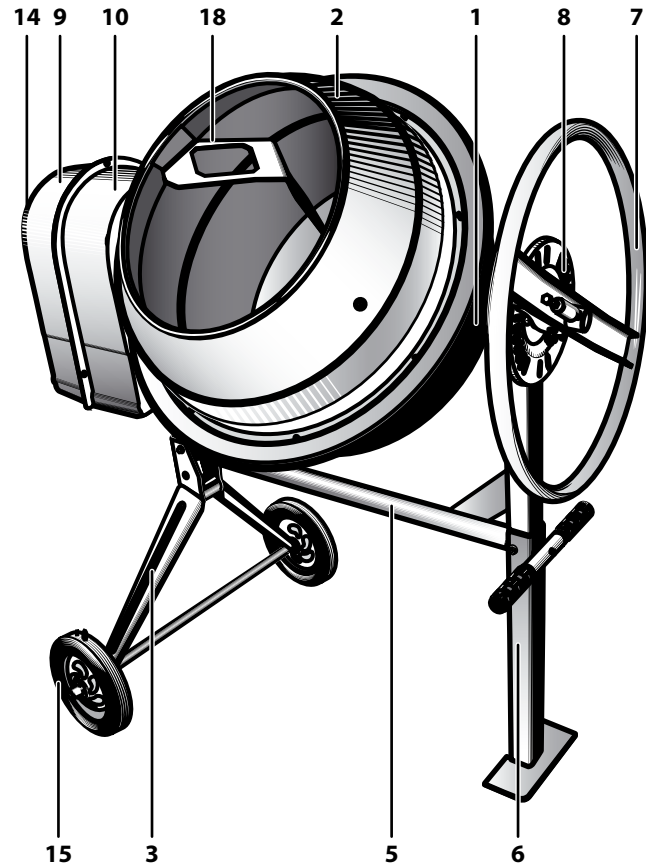

Рис. 2
- ▶ установите на кронштейн **4** нижнюю часть барабана **1** (рис. 2). Подбором регулировочных шайб обеспечьте оптимальное зацепление шестерни и венца;